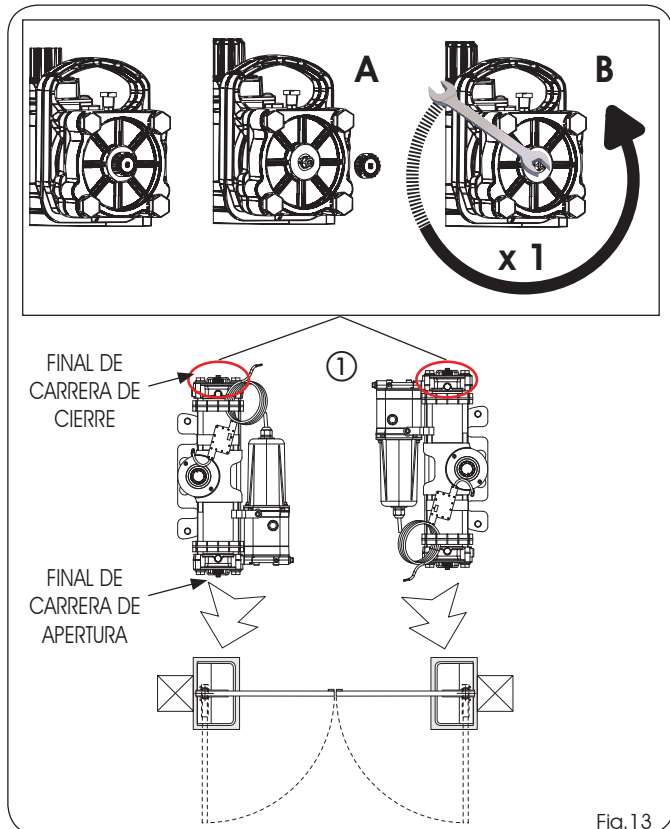

Fig.13
- 3) Desensrosque del operador el tapón (Fig.13 ref.A) del tornillo de final de carrera de cierre (Fig.13 ref. ①), y compruebe que el tornillo se esté enroscado completamente.
- 4) **Desensrosque de una vuelta el tornillo de final de carrera de cierre (Fig.13 ref.B) (Importante para el acoplamiento perfecto entre el piñón y el casquillo ranurado en la fase de montaje).**